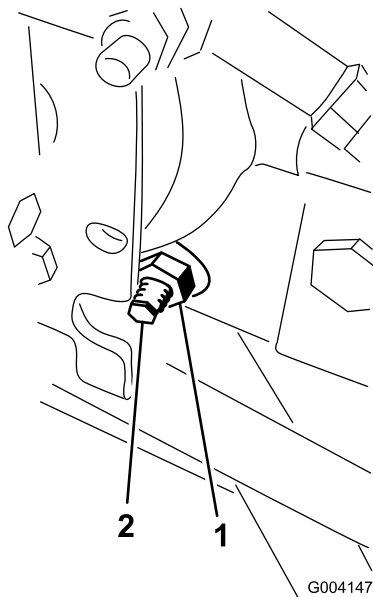

图 62
3. 在静液压泵的右侧松开牵引调节凸轮图 62 上的锁紧螺母。